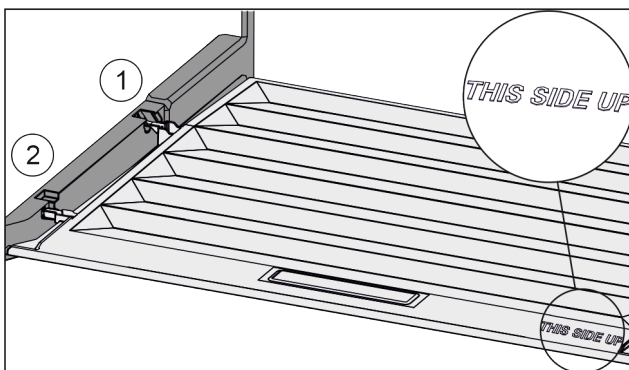

Fig. 44
- ▶ Introduzca los nervios de la tapa por la abertura del soporte trasero *Fig. 44 (1)* y encájelos por delante en el soporte *Fig. 44 (2)*.